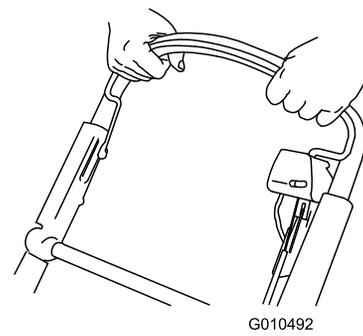

Bild 23
2. Halten Sie den Schaltbügel gegen den Bügel gedrückt (Bild 23).